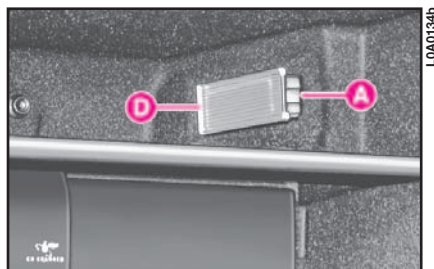

fig. 36
1) Estrarre il trasparente facendo leva con il cacciavite sulla molletta **A** (fig. 36).
5) Rimontare il trasparente, inserendo prima il lato **D** (fig. 36) e premendo poi sull'altro lato fino ad incastrare la molletta **A**.